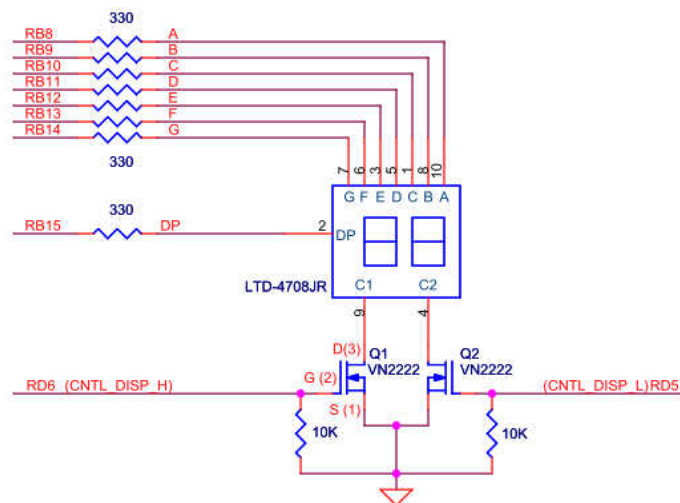

Figura 3. Ligação de dois *displays* de 7 segmentos ao porto B do PIC32.
3. Pretende-se agora interagir com o sistema de visualização baseado em dois *displays* de 7 segmentos (Figura 3).
- Escrever no porto B a combinação binária que ative apenas o segmento do *display* correspondente ao caracter lido; note que a Figura 3 contém a informação de qual o porto que corresponde a cada segmento: por exemplo, o segmento A está ligado ao porto **RB8**.